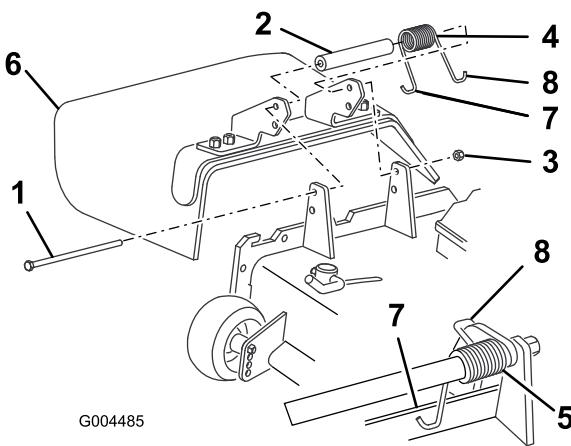

Figura 78
- Retire la contratuerca, el perno, el muelle y el espaciador que sujetan el deflector a los soportes de pivote (Figura 78). Retire el deflector de hierba dañado o desgastado.
3. Coloque el espaciador y el muelle entre los soportes del deflector de hierba nuevo (Figura 78). Coloque el gancho en J del extremo izquierdo del muelle detrás del reborde de la carcasa.
Nota: Asegúrese de colocar el gancho en J del extremo izquierdo del muelle detrás del reborde de la carcasa antes de instalar el perno, según muestra Figura 78.
4. Instale el perno y la tuerca. Coloque el extremo derecho en J del muelle alrededor del deflector de hierba (Figura 78).